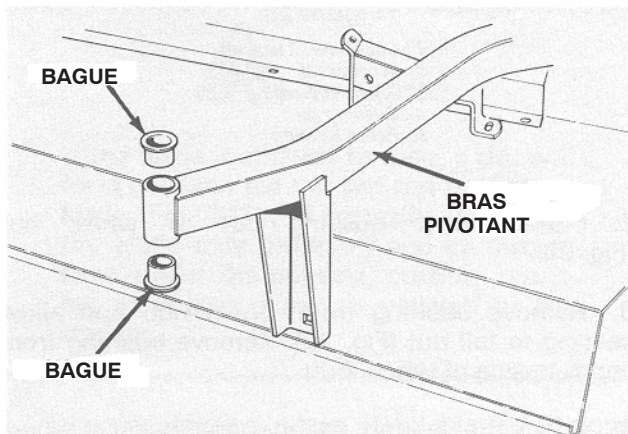

Figure 29
4. Insérez un chasse-goupille dans le haut ou le bas du tube de montage et chassez la bague hors du tube (Fig. 29). Chassez ensuite l'autre bague. Nettoyez l'intérieur des tubes de montage.